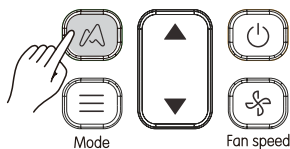

Рисунок 3.15
1) Нажмите кнопку  (см. Рисунок 3.15), чтобы передать внутреннему блоку команду активации функции ETA. Отображается значок .